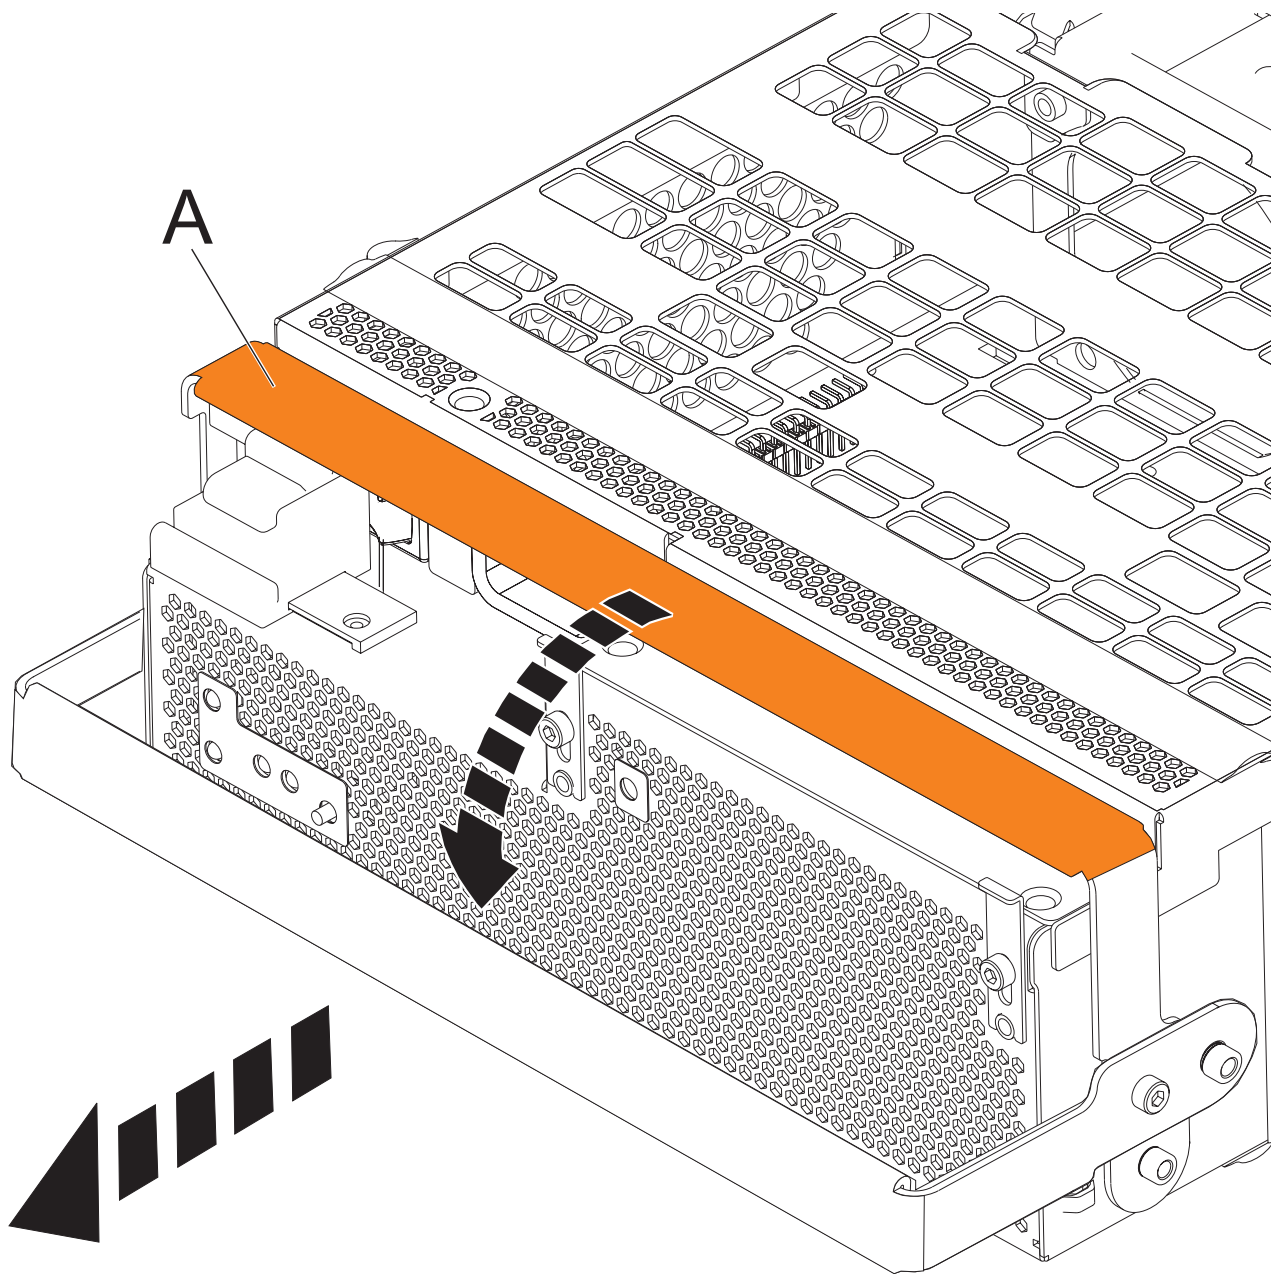

Figure 55. Retirer les ensembles de conversion hors ligne
- a. Tirez le levier (A) à fond vers le bas dans le sens indiqué pour dégager l'ensemble de conversion hors ligne. Pour plus d'informations, voir figure 55, à la page 69.